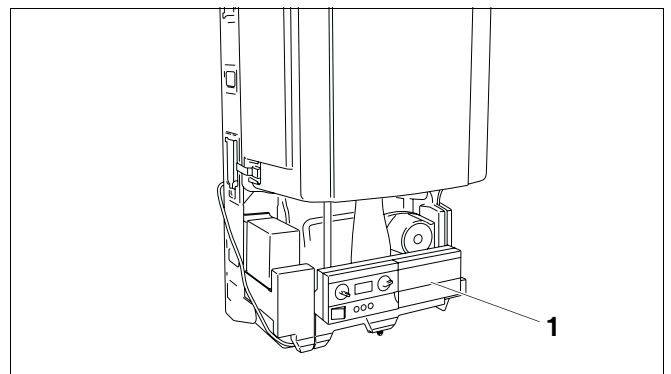

Abb. 15 Raumstation montieren
- Blende (Abb. 15, **Pos. 1**) rechts neben dem Bedienmodul BM10 entfernen.